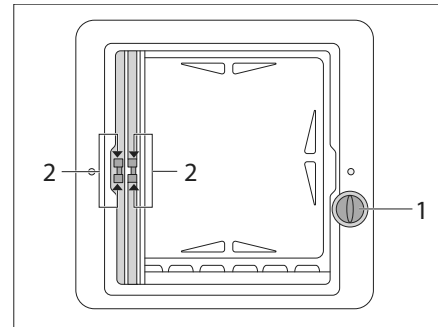

Bild 24 Verdunklung (Abb. ähnlich)
■ Drehgriff (Bild 24,1) drehen, bis der gewünschte Aufstellwinkel erreicht ist.
*Dachhaube schließen:* ■ Drehgriff (Bild 24,1) drehen, bis die Dachhaube dicht verschlossen ist.
*Fliegenschutz- und Verdunklungsrollo verschieben:* ■ Beide Griffe (Bild 24,2) des jeweiligen Rollos zusammendrücken.